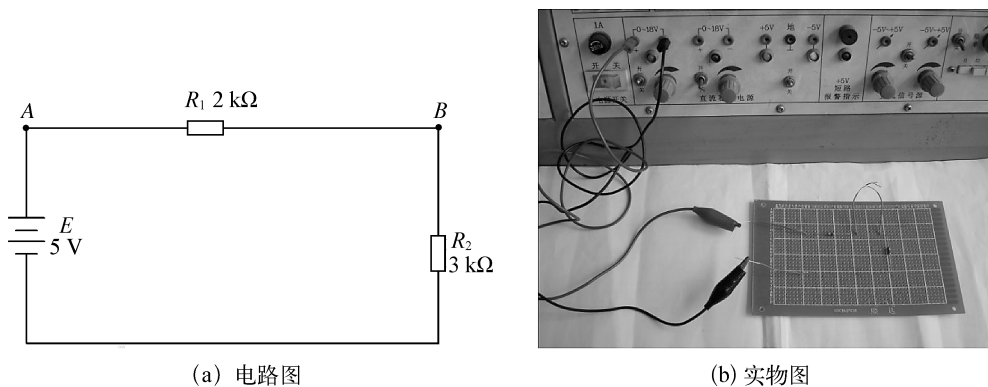

图 1-1-3 电阻串联电路
电阻串联电路如图 1-1-3 所示,图(a)为电路图,图(b)为实物图。
- (3) 按图 1-1-3(a)连接电路。
- (4) 将万用表选择在较大量程上,分别并联在  $R_1$ 、 $R_2$  的两端测量电压值,并将结果填入表 1-1-2 中。
- (5) 将万用表选择在合适的量程(参考理论计算值)上,分别并联在  $R_1$ 、 $R_2$  的两端测量电压值,并将结果填入表 1-1-2 中。